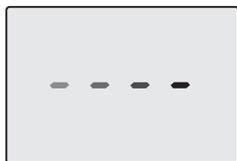
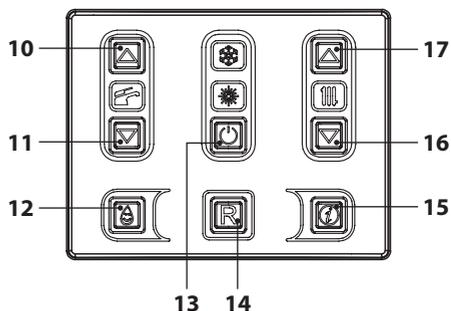

Figura 6.4
Figura 6.5
- Alimentare elettricamente la caldaia azionando l'interruttore bipolare previsto in installazione Il display LCD visualizza il simbolo  (i trattini vengono accesi in sequenza per simulare uno scorrimento) (Figura 6.4).
- Tenere premuto per 2 secondi il tasto 13 fino a far apparire sul display entrambe i simboli  e . Figura 6.5.
- Spegnere la caldaia tenendo premuto per 2 secondi il tasto 13 (Figura 6.5) fino a far apparire sul display LCD il simbolo  (i trattini vengono accesi in sequenza per simulare uno scorrimento) (Figura 6.4).